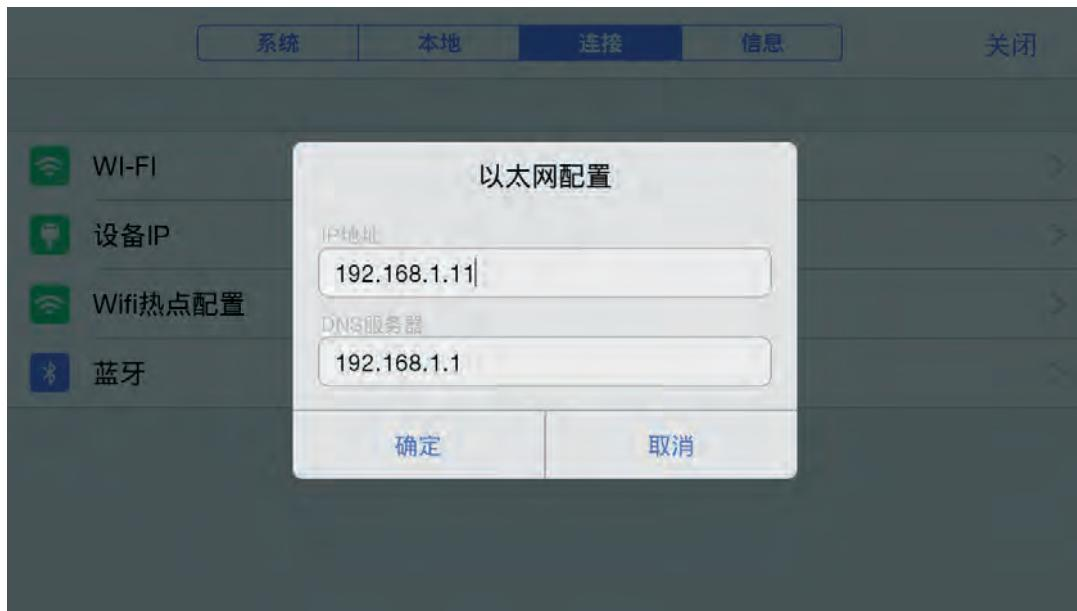

图 3-35
2. 进入设备端“设置” – “连接” – “设备 IP”设置界面，设定设备端 IP（请确保设备端 IP 与电脑端 IP 在同一网段内）如下图 3-35 所示：